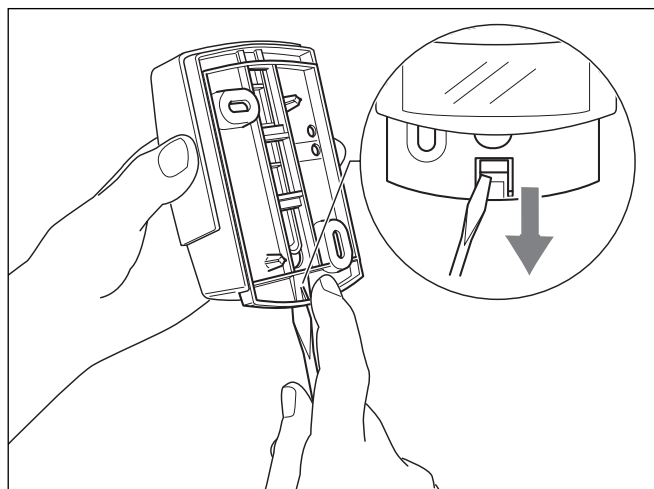

Рис. 4.2 Снятие настенного держателя
- ⇒ Снимите настенный держатель наружного радиодатчика (см. рис. 4.2).